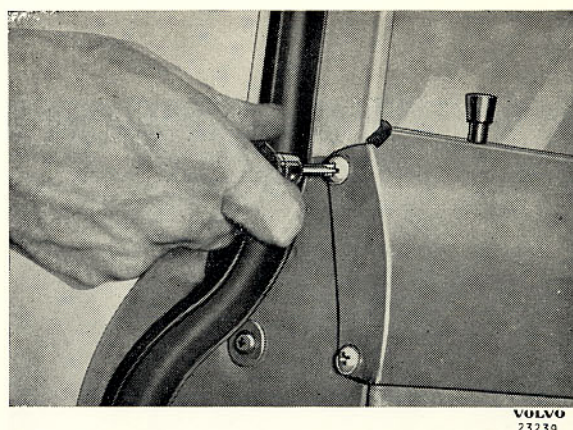

Bild 19. Demontering av övre prydnadslist
3. Lossa övre prydnadslist. Denna fasthålls av fyra skruvar på dörrens kanter, bild 19.